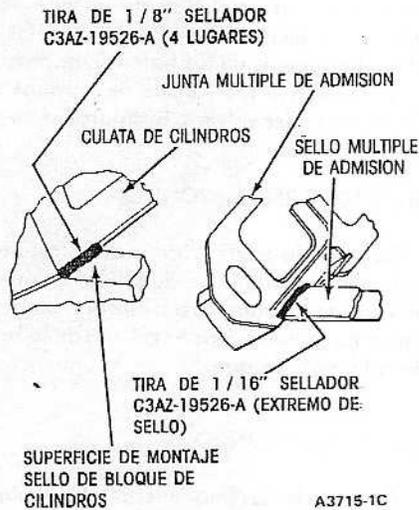

Fig. 19. Aplicación de Sellador RTV—
2. Limpie las superficies hermanas del múltiple, culatas y bloque de cilindros con un disolvente como el Removedor Ford (B7A-19521-A) o equivalente. Aplique una tira de 1/8" de sellador RTV (C3AZ-19562-B), en los puntos mostrados en la Fig. 19.
3. Aplique una tira de 1/16" de sellador RTV en el extremo exterior de cada sello del múltiple en toda la anchura del sello (4 lugares), Fig. 19.